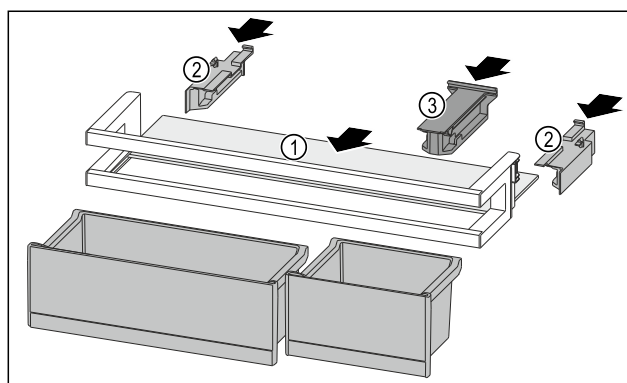

Fig. 233
- Insérer la tablette de rangement Fig. 233 (1) dans les évidements latéraux.
- Installer les parties latérales Fig. 233 (2).
- Installer la pièce de retenue Fig. 233 (3).